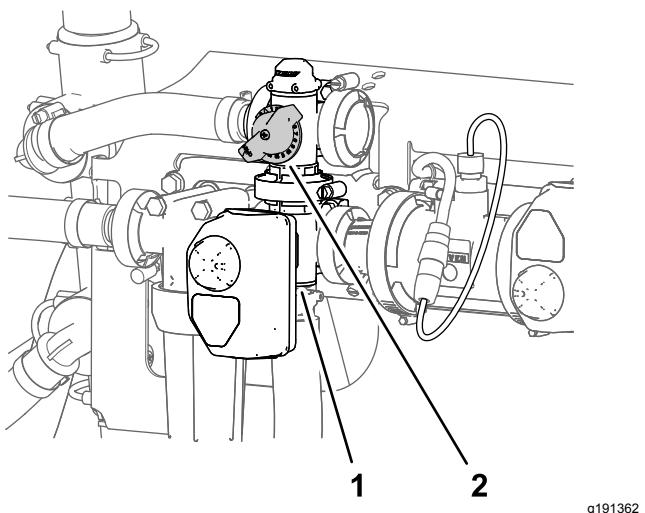

Figura 32
11. Ajuste la válvula de desvío de agitación (Figura 32), situada en la parte trasera de la válvula de agitación, hasta que la presión del sistema de fumigación indicada en el manómetro sea de 6,89 bar.